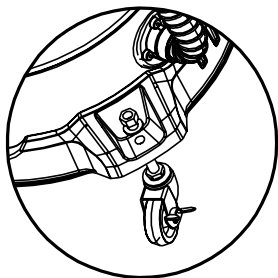

Fig. 4 – Montaje de las ruedas pequeñas
- Introduzca el eje de la rueda en el orificio de la base del aspirador (fig. 4).